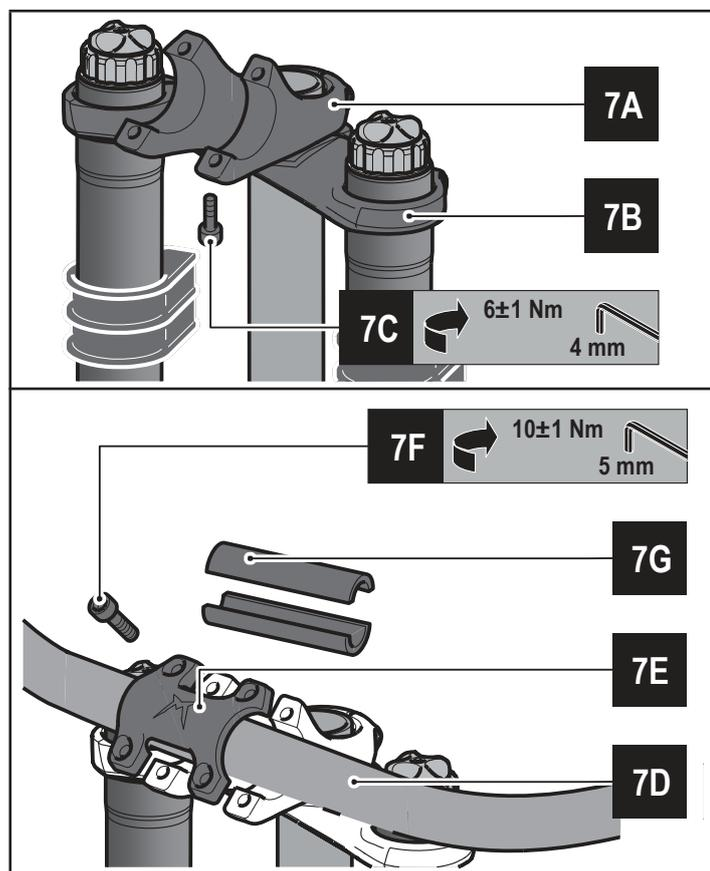

Рисунок 7 – Установка выноса руля
- Поместите вынос руля на верхнюю корону вилки (См. 7А и 7В Рисунок 7).
- Надежно закрепите вынос к верхней короне вилки специальными болтами при помощи шестигранника 4 мм с усилием 6 ± 1 Nm (См. 7С Рисунок 7).
- Установите руль на нижнюю закрепленную часть выноса и проверьте, что он установлен по центру (См. 7D Рисунок 7).
- Установите верхние элементы выноса на верхнюю часть руля (См. 7Е Рисунок 7).
- Надежно закрепите руль при помощи шестигранника 4мм (См. 7F Рисунок 7).
Для установки рулей различного диаметра существуют специальные переходники, которые устанавливаются между рулем и выносом (См. 7G Рисунок 7).